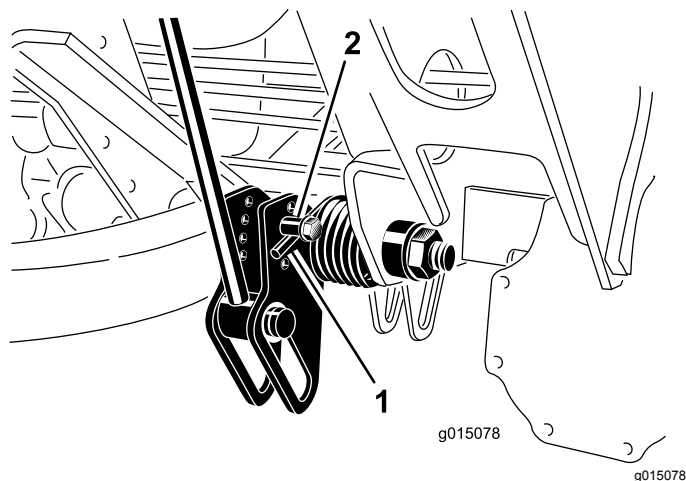

Figura 58
2. Coloque un tubo u otro objeto similar sobre el extremo largo del muelle para aliviar la tensión durante el ajuste (Figura 58).
3. Para aliviar la tensión del muelle, retire el perno y la contratuerca que sujetan el actuador del muelle al soporte (Figura 58).